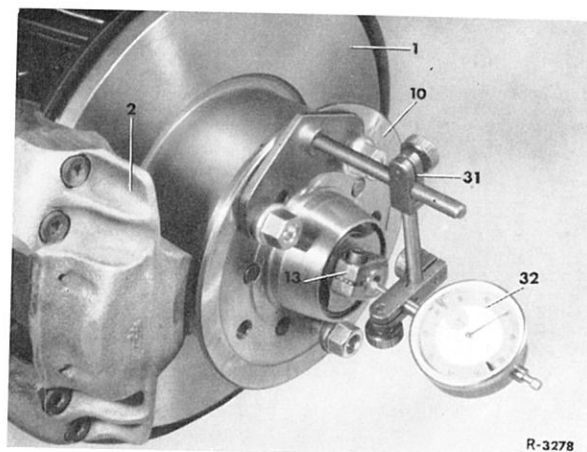

Bild 33-5/8
24 Prüfgerät (31) an der Nabe befestigen und Meßuhr auf ca. 2 mm Vorspannung einstellen (Bild 33-5/8).